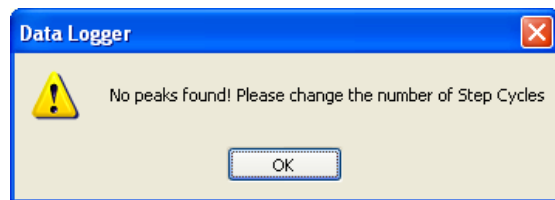

図 32: 入力したピーク数のエラー。OK をクリックし新しい数値を入力してください。
5. ステップサイクルの数を分析プログラムで確認できなかったときには、図32のメッセージが現れます。
6. **Adjust** タブを押してください。(図32) これにより、MINまたはMAXピークを追加、または取り外しすることができます。